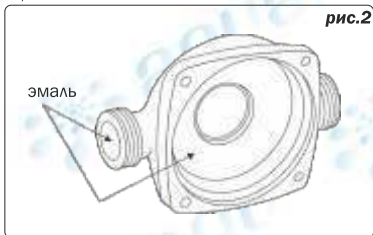

рис.2
- внутренняя поверхность рабочей камеры, контактирующая с водой, покрыта специальным защитным слоем (эмалью). Данное покрытие защищает рабочую камеру насоса от окисления и предотвращает загрязнение перекачиваемой воды (рис.2). Покрытие устойчиво к высоким температурам и механическому износу, обладает необходимой прочностью и долговечностью на весь срок службы насоса.